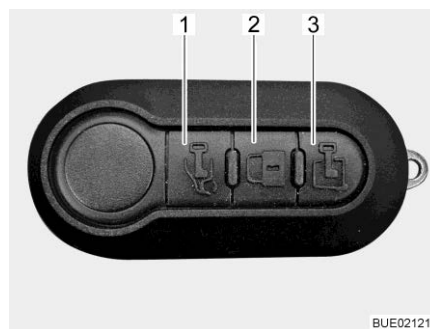

Fig. 51 Mando a distancia multifuncional (3 teclas)
- Pulsar la tecla  (Fig. 51,1) una vez brevemente. La puerta del conductor está desbloqueada.
- Pulsar la tecla  (Fig. 51,3) una vez brevemente. La puerta de entrada está desbloqueada.
Bloquear todas las puertas: ■ Pulsar la tecla  (Fig. 51,2) una vez brevemente. Todas las puertas están bloqueadas.